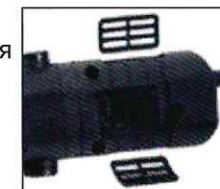

Рис. 6.
4. Очистите вентиляционное отверстие (см. Рис.6), которое находится на задней крышке. Через 2-3 дня эксплуатации откройте заднюю крышку, удалите шерсть и грязь, застрявшие в вентиляционном отверстии сухой кистью, чтобы воздух мог беспрепятственно проходить через него, иначе это вызовет короткое замыкание, либо перегрев изделия.